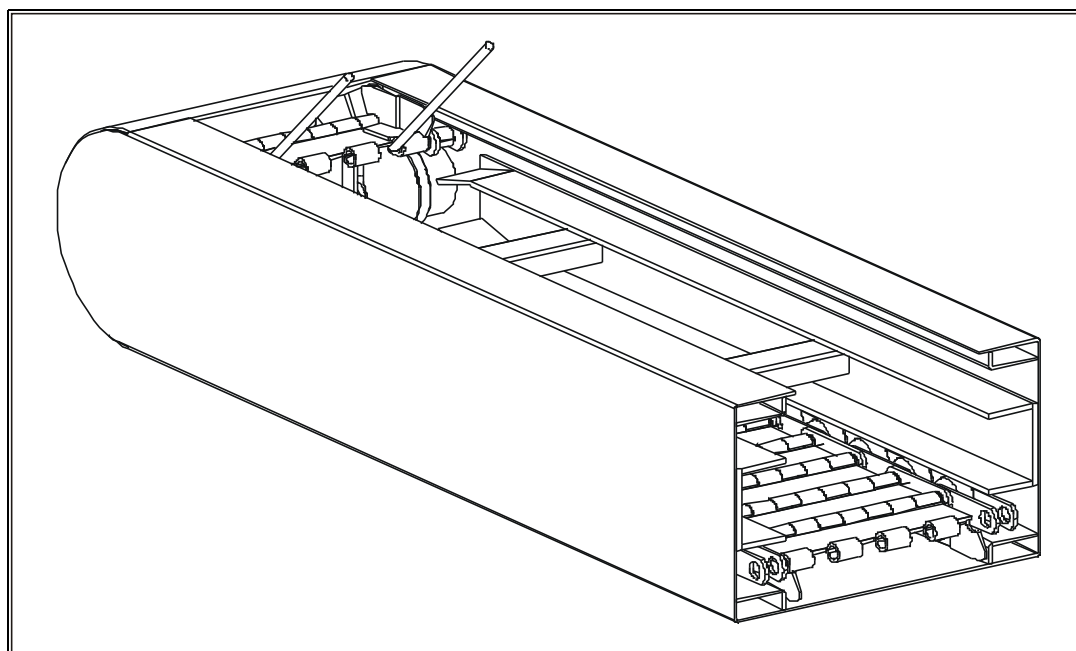

рис.17
- г) Включиванием привода постепенно втягивайте ленту в шкаф. С помощью крючков из толстой проволоки направляйте начало ленты в поворотно-направляющем устройстве в верхние направляющие трассы, чтобы они не заклинивались (рис.17).
- з) Транспортную ленту натяните болтами (16) и подтяните контрагайки (33) – натяжку ленты см. в гл. 8.2.3.1.,